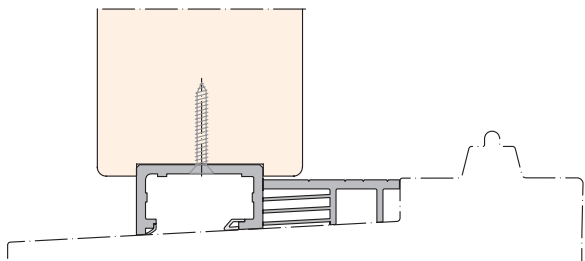

Bild 3
- Aufsatzschiene HH0132-06 (28) anschrauben (Bild 3 und 4).
- Abdeckkappe (24) in Aufsatzschiene HH0132-06 (28) eindrücken und versiegeln.